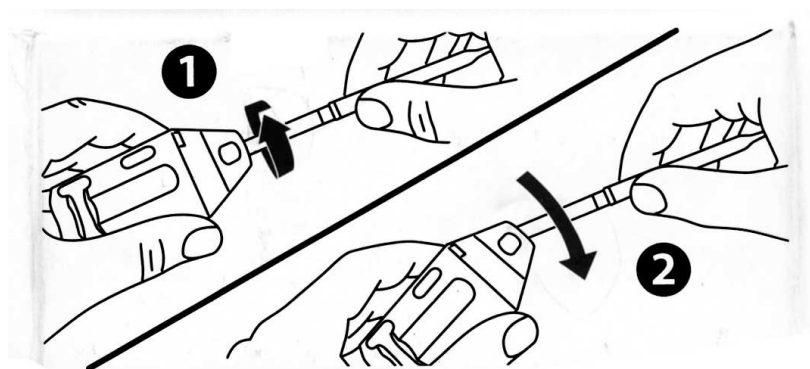

Рис. 3
- вставить индикаторную трубку в отверстие приспособления (рис. 3) и поверните один или два раза – стекло будет надрезано.